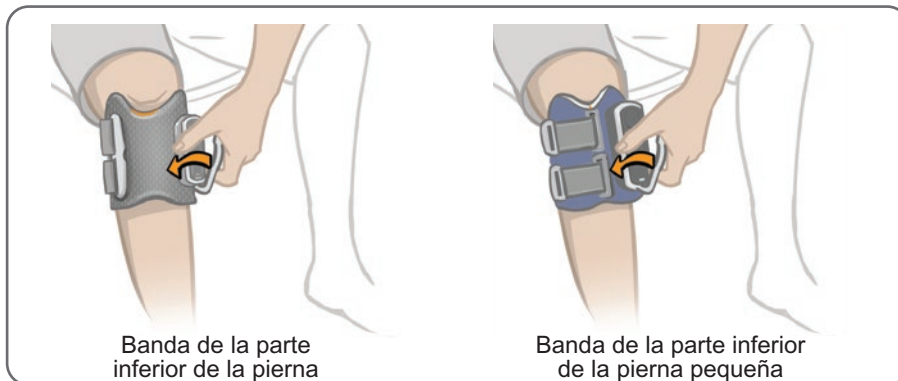

Ilustración 6-13: Cómo abrochar la correa de la banda de la parte inferior de la pierna
4. Sujete la agarradera de la correa de la banda de la parte inferior de la pierna. Consulte la ilustración 6-13. Con el pulgar en el estuche de la banda, abroche la agarradera de la correa alrededor del estuche. Si usa la banda de la parte inferior de la pierna pequeña, puede que necesite usar la otra mano para estabilizar la banda en la pierna.